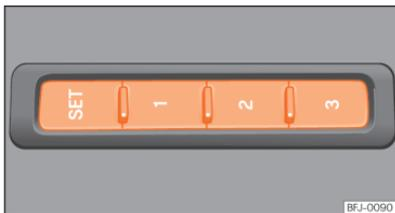

Fig. 79 No lado exterior do banco do condutor: botões de memória
- Pressione o botão **SET** durante mais de 1 segundo »» **Fig. 79**.